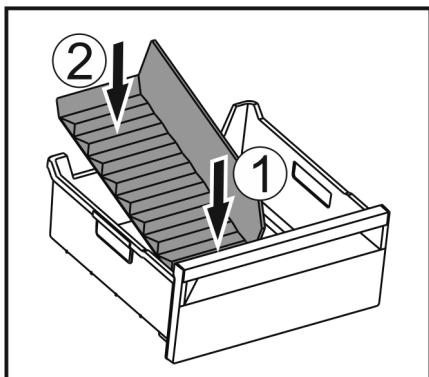

Fig. 117
- ▶ 装入冰格分隔器前部。 Fig. 117 (1)
- ▶ 将冰格分隔器后部放低至抽屉底板。 Fig. 117 (2)